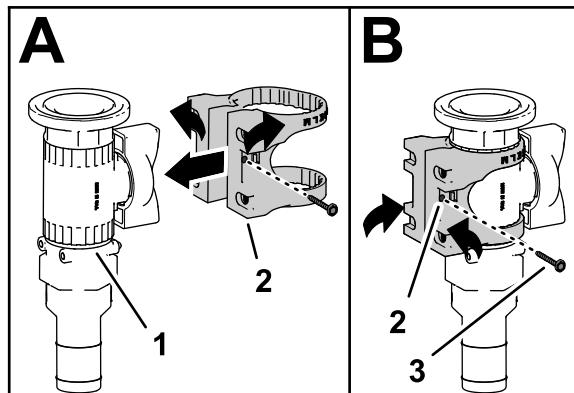

Bild 40
3. Befestigen Sie die Ventilhalterung am geflanschten Regelventil, wie in A in Bild 40 abgebildet.
4. Befestigen Sie die Ventilbefestigung mit dem Bundbolzen (Nr. 6) am Regelventil und ziehen Sie es mit der Hand an (B in Bild 40).